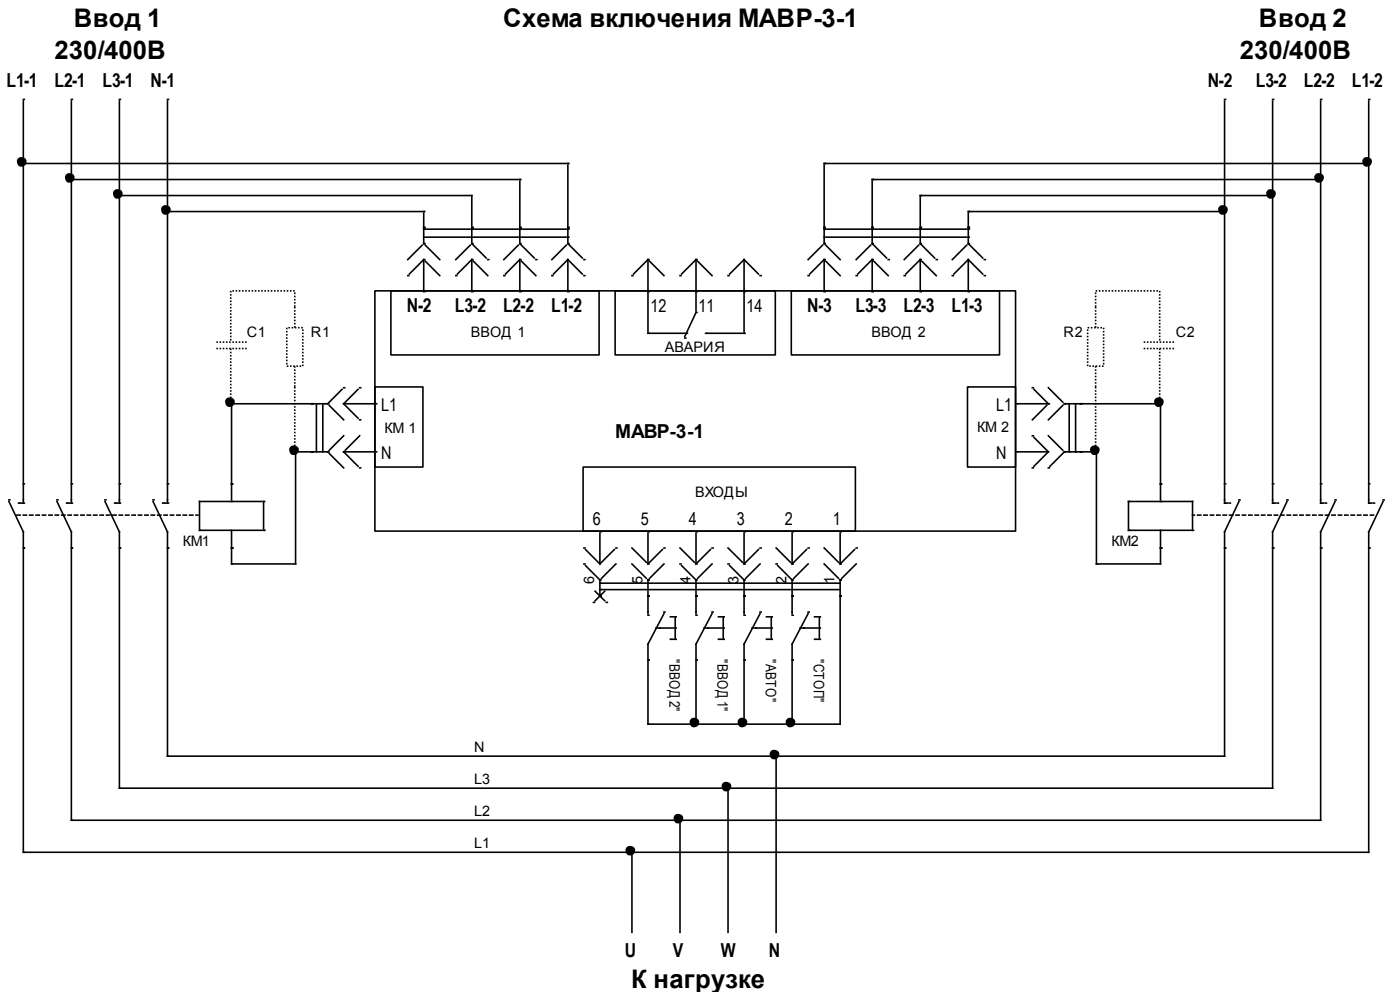

Рисунок 4—Схема подключения МАВР-3-1
6.1 Общие положения. Устройство следует подключать по схеме рис.4, в согласно правилам и нормам электробезопасности. Работы связанные с установкой, подключением и проверкой должны проводиться квалифицированным специалистами имеющими допуск к работам с электрооборудованием до 1000В. Перед началом работ следует убедиться в отсутствии напряжения на шинах подключения.